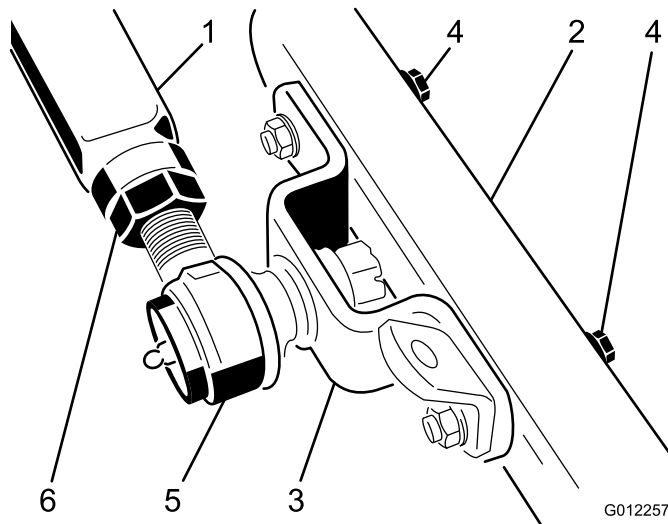

Figura 21
6. Peça ajuda a uma pessoa para pressionar o braço esquerdo enquanto remove os parafusos, anilhas chatas e porcas de bloqueio que prendem a rótula esférica e suporte da correia ao braço da roda giratória da unidade de corte (Figura 21). O ajudante pode agora, cuidadosamente, permitir o movimento ascendente do braço, que gradualmente libertará os 68 kg de força da mola.
5. Peça a outra pessoa que pressione o braço esquerdo para baixo até que os furos da rótula esférica fiquem alinhados com os furos do braço da roda giratória (Figura 21). Deslize imediatamente um bloco de madeira de 10 x 10 cm entre a parte superior do braço e o lado inferior do chassis.